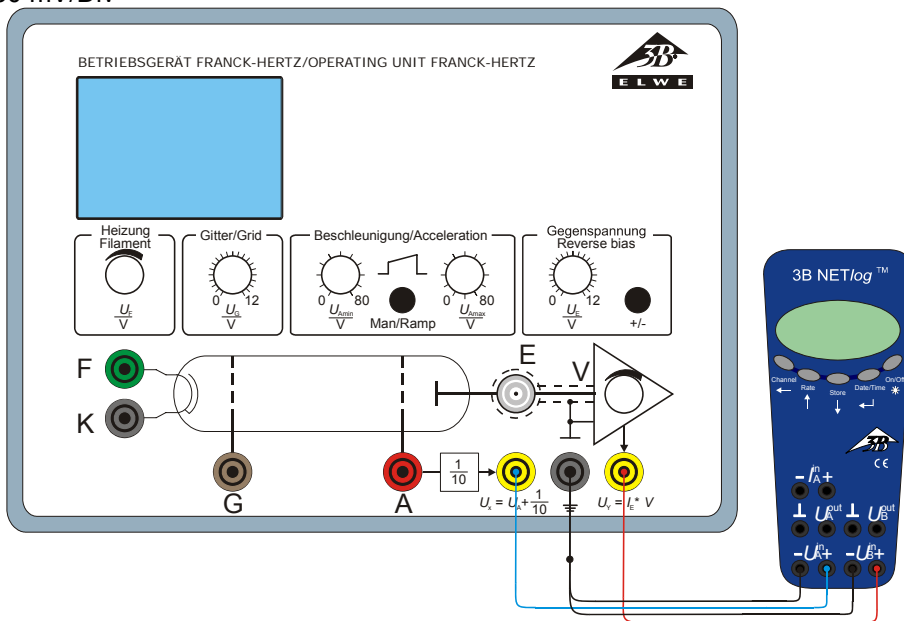

Fig. 6 Conexão do 3B NET/log™ ao aparelho para o experimento de Franck-Hertz
- Conectar o 3B NET/log™ ao aparelho para o experimento de Franck-Hertz. (vide Fig. 6) Para isto, conectar a saída  $U_x$  do aparelho para o experimento de Franck-Hertz à entrada A e a saída  $U_y$  à entrada B do 3B NET/log™.
- Realizar ajustes na interface 3B NET/log™ assim como no programa de computador 3B NET/lab™ e registros de valores de leitura como descrito sob item 7.2.1.